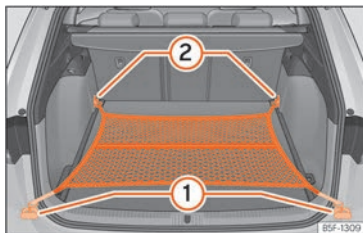

Fig. 133 En el maletero: bolsa de red enganchada a ras del suelo.
- Fije los ganchos de la red en las argollas de amarre ① y ② »»» fig. 133 »»» ⚠. La cremallera de la bolsa tiene que quedar hacia arriba.